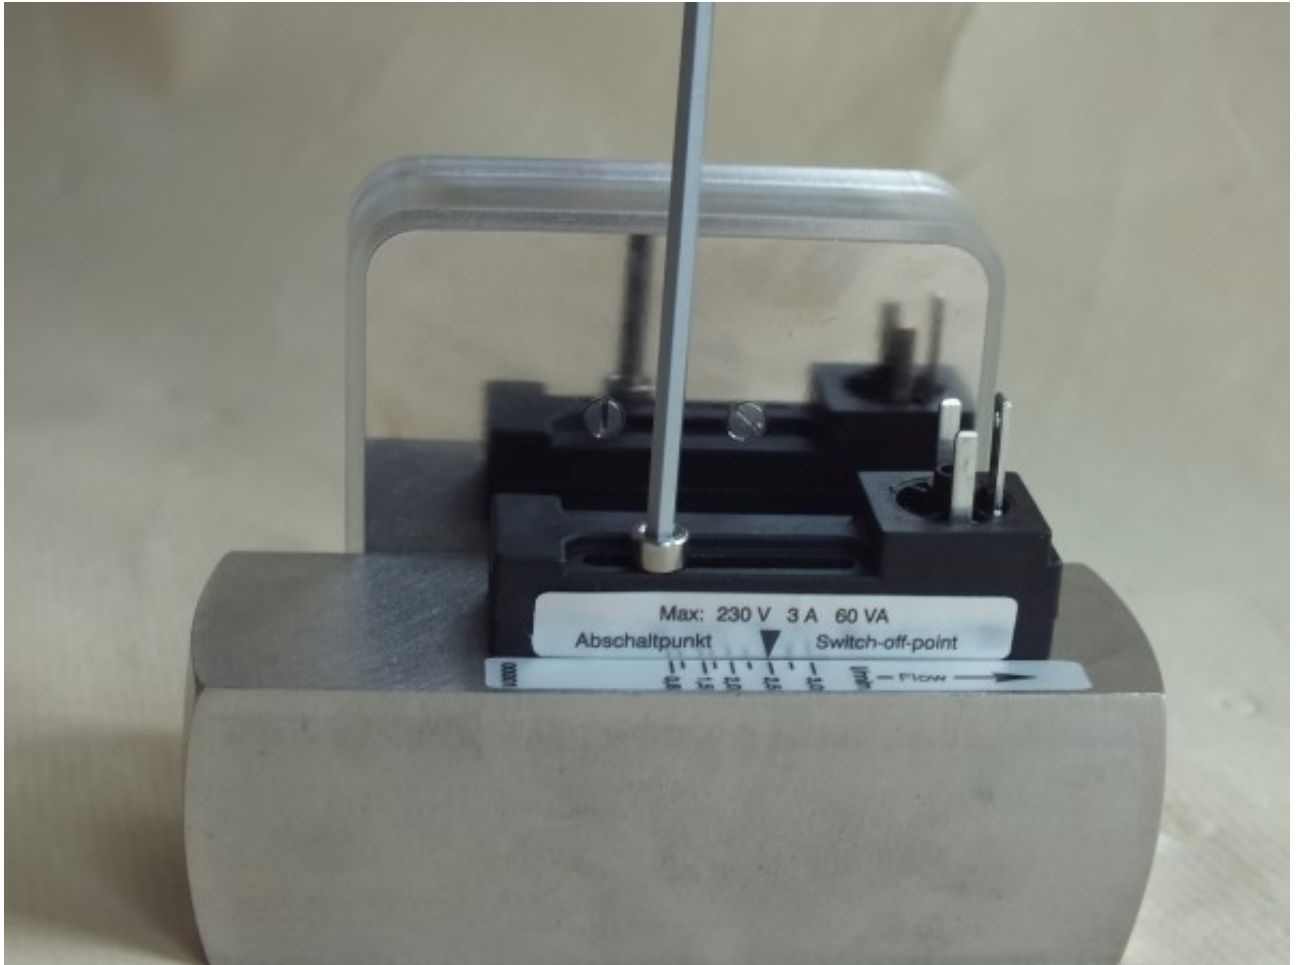

Abb. 69: Feststellschraube lösen
3. ➔ Feststellschraube (Abb. 69) des Schaltkontaktes mit einem Sechskant-Schraubendreher so weit lösen, dass der Schaltkontakt abgenommen werden kann
10. ➤ Feststellschraube (Abb. 69/1) wieder festdrehen, dabei Anziehdrehmoment einhalten (→ Kapitel 11.1 „Anziehdrehmomente“ auf Seite 96)